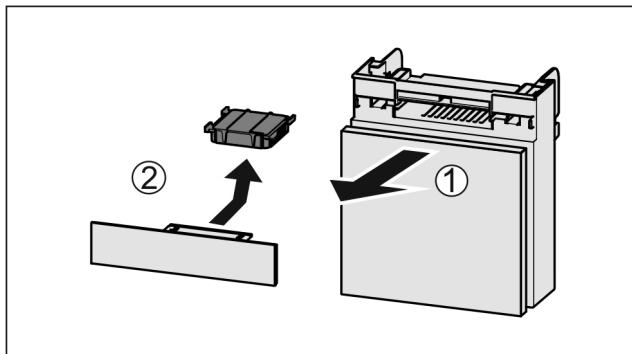

Fig. 105
- Extraire le compartiment par l'avant Fig. 105 (1).
- Sortir le filtre à charbon actif Fig. 105 (2).